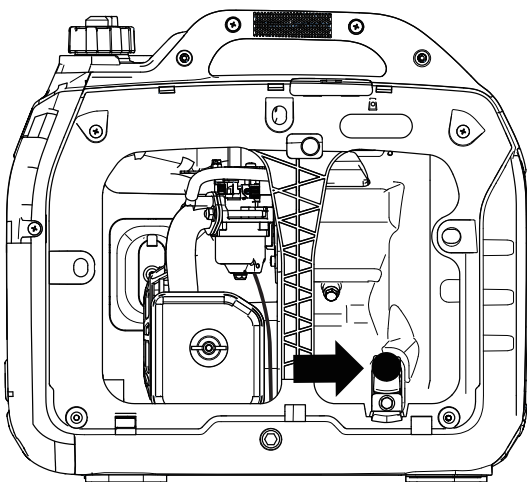

Figura 2: Tapón de relleno/drenaje de aceite
2. Limpie la zona alrededor del tapón de relleno/drenaje de aceite y remueva el tapón (vea la figura 2).